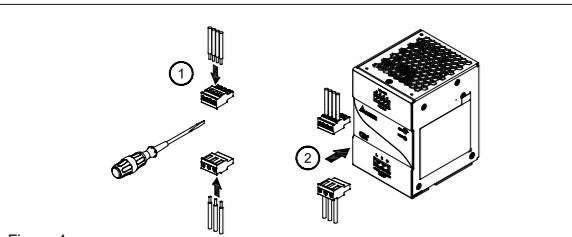

Figure 4
Caution: Must tighten wire to housing (Fig. 4 (1)) before plugging into the terminal block connection (Fig. 4 (2)).
PRUDENCE: Doit être serré entre le câble et le logement (Fig. 4 (1)) avant d’être branché dans les connecteurs du répartiteur (Fig. 4 (2)).